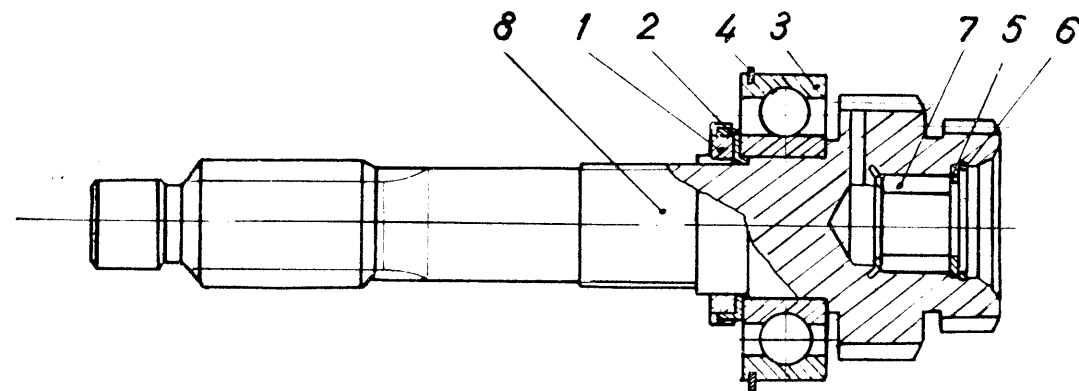

Abb. 65. Antriebswelle, vollständig.
5.5.3. AUSEINANDERBAU DER VOLLSTÄNDIGEN ANTRIEBSWELLE (Abb. 65).